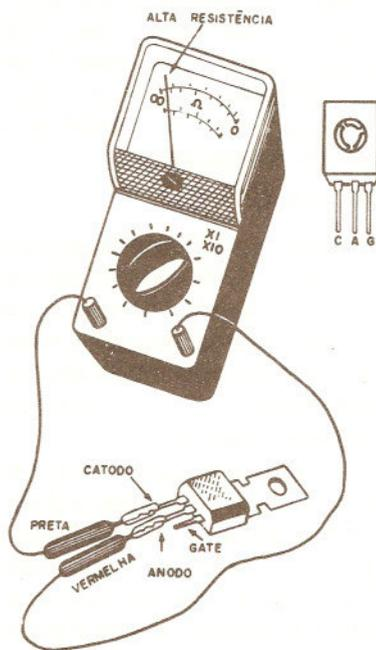

figura 4
1. Ligamos a ponta de prova vermelha no terminal de anodo do SCR e a ponta de prova preta no terminal de catodo. O leitor pode usar para facilitar, garras jacaré adaptadas às pontas de prova para ficar com as mãos livres para a operação seguinte. (figura 4) Deve ser lida uma resistência muito alta, de ordem de milhares de ohms.